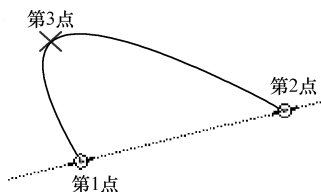

图 3-31 草绘圆锥弧
【例 3-16】 草绘圆锥弧，如图 3-31 所示。
(1) 在【圆弧】工具箱中单击【圆锥】按钮，使其处于按下状态。
(2) 在图形区单击拾取圆锥弧的一个端点（第 1 点），如图 3-31 所示。
(3) 在图形区单击拾取圆锥弧的另一个端点（第 2 点），如图 3-31 所示，出现一条中心线的弦和圆锥曲线形状的橡皮筋。
(4) 在图形区单击拾取圆锥弧上的点（第 3 点），如图 3-31 所示。